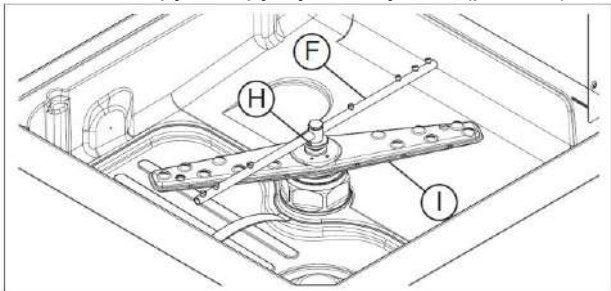

Рис. 32 - Моющие и ополаскивающие рукава
- Демонтировать верхние и нижние рукава «F» и «I», открутив круглую гайку «H» (рис. 32).